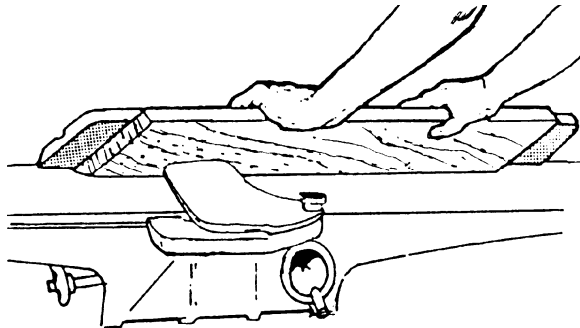

Figura 39
- ❑ Aunque la guía puede estar inclinada para adentro o para afuera, es recomendable que la guía sea inclinada hacia el operador (como se muestra en la Figura 39) por razones de seguridad.
5. Alimente el material a través de la cabeza de corte asegurándose que la cara del material esté completamente plana contra la guía y que el borde haga contacto sólido en las mesas de alimentación y de salida (Figura 39).